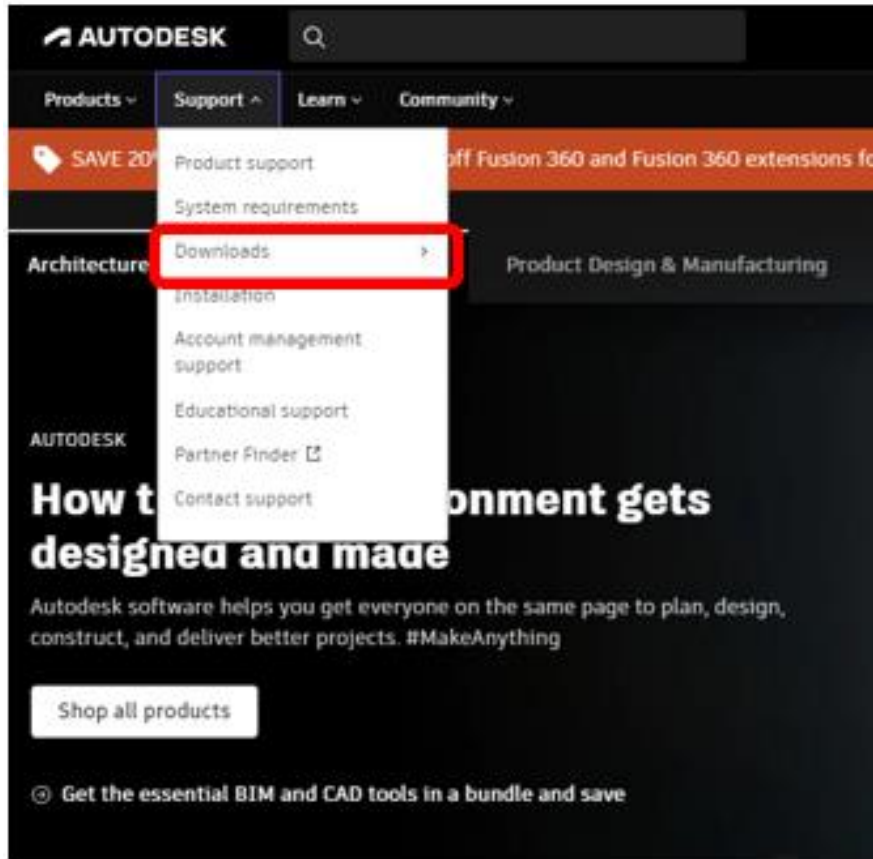

Рисунок 9. Вікно для завантаження програмного забезпечення
- Щойно дані облікового запису буде надіслано і ви отримаєте підтвердження дійсності документу ( може зайняти 2 тижні ). Перейдіть на сторінку з Autodesk Education & Student Access | Autodesk (рис. 8) або натисніть на кнопку у верхньому меню на сайті Autodesk (рис. 9) Support>Downloads>Students and educators, а потім оберіть " Inventor Professional " зі списку продуктів. Натисніть “Get product” під програмою (рис. 8).